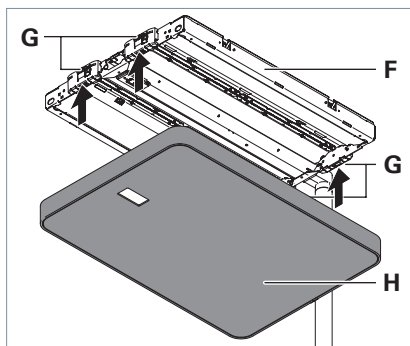

Fig. 3: Monter le cadre de protection.
- Poussez le cadre de protection **H** par le bas sur le châssis du luminaire **F** jusqu'à ce qu'il s'enclenche dans les quatre crochets **G**, voir Fig. 3.